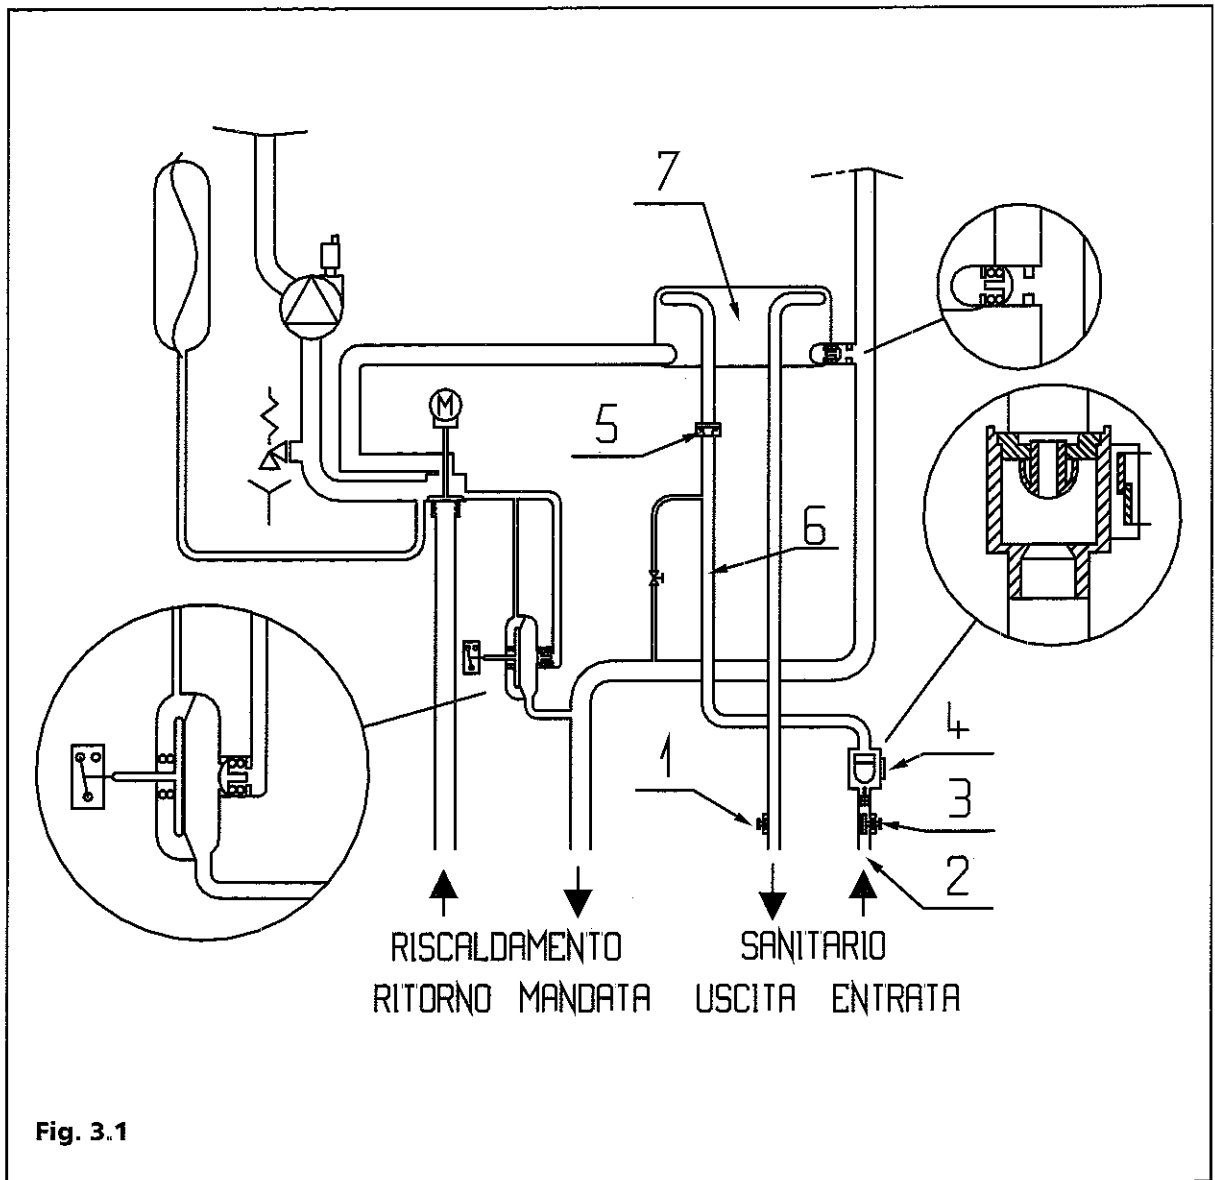

Fig. 3.1
3.1 Principio di funzionamento idraulico in sanitario (Fig. 3.1)